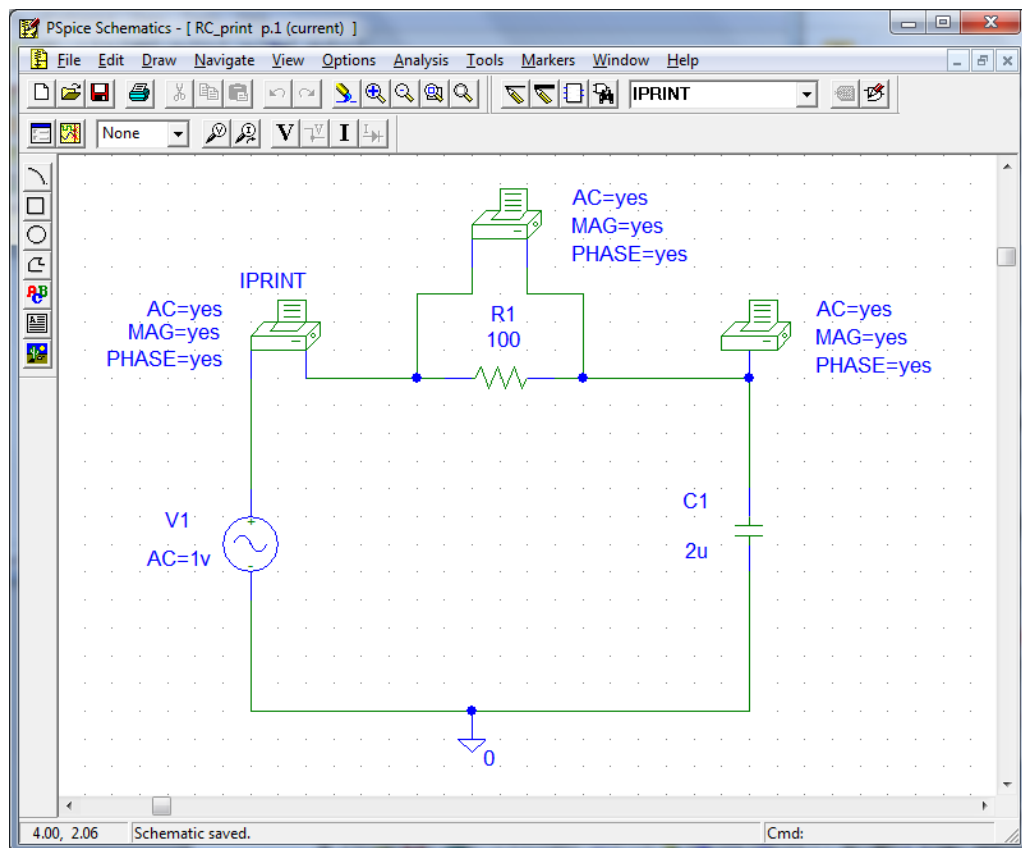

Рис. 14.11. Схема послідовного включення резистора і ємності з індикаторами попередніх налаштувань для обчислення струму і всіх часткових напруг
15) Тепер додайте до схеми символ VPRINT2 для вимірювання напруги на резисторі, а також символ IPRINT для вимірювання струму (рис. 14.11).
16) Виконайте необхідні налаштування атрибутів для символів VPRINT2 і IPRINT згідно із зразком на рис. 14.11. Збережіть свою схему в